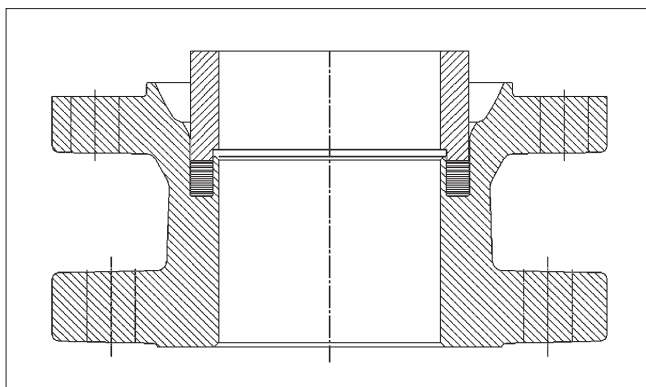

Fig. 30 Compression d'un siège J
- Placer l'outil presseur du joint de siège au sommet de l'empilement de joints (cf. figure 30).
- Engager partiellement l'axe dans le corps par le dessus et placer dessus les paliers de butée (70, 71) par l'intérieur du corps. Monter le pignon d'entraînement (4, tailles 2" à 8") sur la cannelure de l'axe et le verrouiller avec une goupille (50). Placer
l'anneau de butée (4, tailles 1" et 1,5") sur l'axe et le verrouiller comme indiqué sur la figure 30. Mettre la sphère (3) en position de manière à ce que la clavette se trouve dans la fente de la sphère. Tirer sur l'axe pour vérifier que la goupille verrouille correctement le pignon d'entraînement sur l'axe. Monter les garnitures de presse-étoupe (69), le goujon (14) enlevé et le fouloir (9). Poser les écrous (18) sur les goujons (14) et, les visser sans forcer.